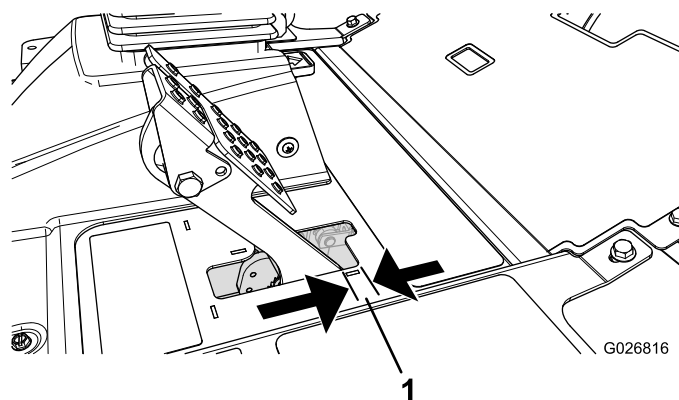

Figura 69
Ajuste os travões se o pedal do travão apresentar uma folga superior a 2,5 cm (Figura 69) ou quando os travões não funcionarem de forma eficaz. Folga é a distância percorrida pelo pedal antes de se verificar qualquer resistência ao movimento.
2. Aperte a porca traseira para deslocar o cabo para trás até que os pedais dos travões apresentem uma folga de 0,63 a 12,7 mm (Figura 69) antes de alcançarem o bloqueio.